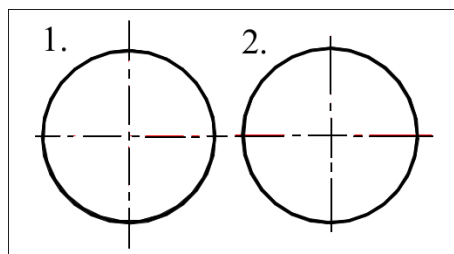

Рисунок 3
**Вопрос 6.** На каком чертеже (1 или 2) правильно проведены центровые линии (рисунок 3)?
**Вопрос 7.** Какой длины следует наносить штрихи линии 5 (рисунок 3)?
**Вопрос 8.** Какую длину имеют штрихи разомкнутой линии 1 (рисунок 3)?
**Вопрос 10.** Какое расстояние между штрихами в линии 2 (рисунок 3)?
**Вопрос 11.** Какое расстояние между штрихами в линии 5 (рисунок 3)?